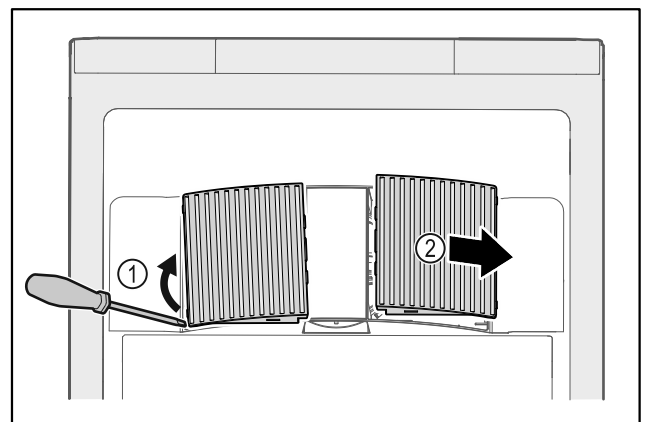

Fig. 164
- ▶ Ventilatorafdekkingen voorzichtig aan de zijkant eruit halen Fig. 164 (1) en naar de voorkant toe verwijderen Fig. 164 (2).